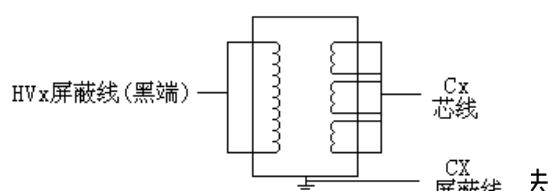

图9 CT接法
A. 接线见图 9
A. 接线参考见图 9 Cx 芯线接末屏
(3) 一次侧对二次侧及地